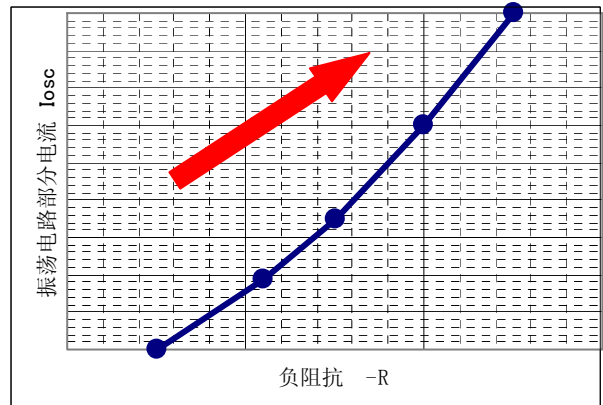

图 5 振荡电路部分的电流与负阻抗之间的关系
①通常改善负阻抗的方法较为有效，根据图 5 所示的振荡电路部分功耗与负阻抗之间的关系，可使用增加振荡部电流的方法来解决，但这种方法存在增加耗电量的缺点。
②使用 CI 值较小的石英晶体也可以改善振荡裕度，但如上所述，通常晶体振荡单元的小型化将使 CI 值变大。